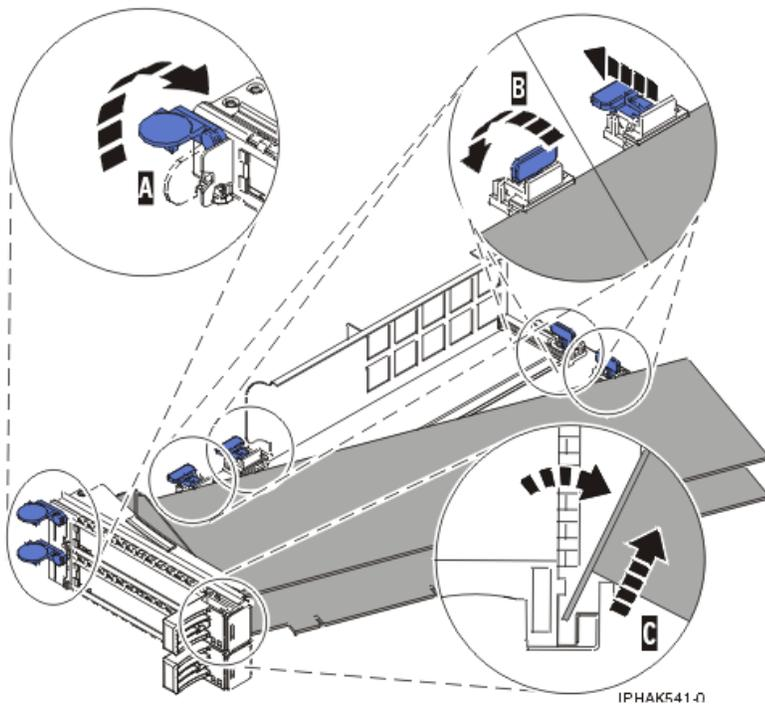

Figure 42. Retrait de l'adaptateur de la cassette de cartes PCI
- a. Déverrouillez les crochets de retenue de l'adaptateur en faisant tourner l'étrier de retenue (A) pour le mettre en position horizontale. Pour plus d'informations, voir figure 42, à la page 60.